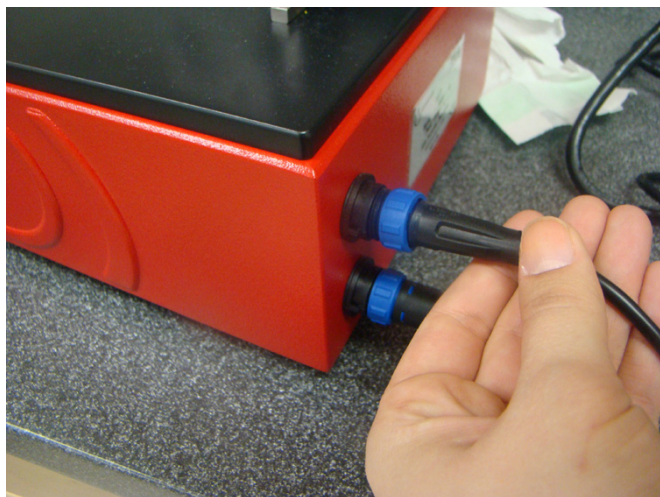

图 3. 连接 USB 电缆
- 1 将提供的 USB 电缆插入 5500 系列 FTIR 系统后面左上方的 USB 连接器（请参见图 3）。